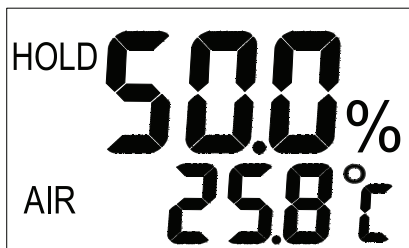

Рисунок 3
3. Нажать кнопку HOLD, чтобы на экране появился значок «HLD», для фиксации показания на дисплее. Еще раз нажать HOLD, чтобы отменить фиксацию и продолжить измерения (см. рис. 3).